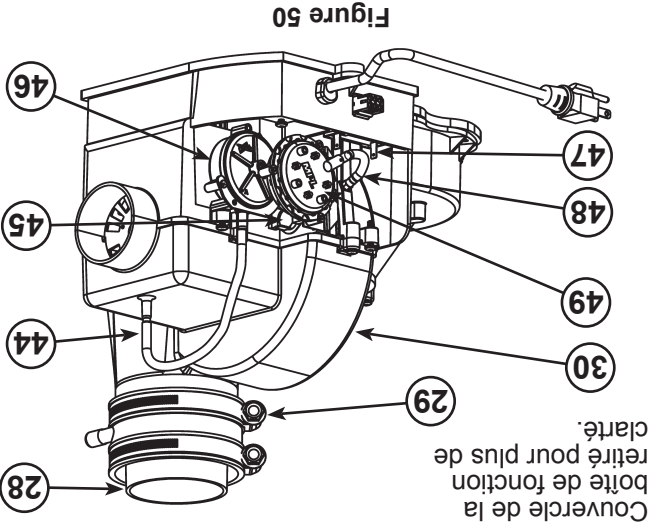

Figure 50
28 ***Accouplement en caoutchouc (voir Figure 5) (voir aussi Figure 50)
29 Collier de serrage (voir Figure 5) (voir aussi Figure 50)
30 ***Soufflerie et cordon d'alimentation (voir Figure 5) (voir aussi Figure 50)
44 Tube d'air (apport) (voir Figure 5) (voir aussi Figure 50)
45 Limiteur de température, soufflerie aussi Figure 50)
46 Pressostat apport d'air (NF) (dans le boîtier) (voir Figure 5) (voir aussi Figure 50)
47 Condensateur (voir Figure 5) (voir aussi Figure 50)
48 Tube d'air (évacuation) (voir aussi Figure 50)
49 Pressostat évacuation (NO) (dans le boîtier) (voir Figure 5) (voir aussi Figure 50)
50 Pressostat évacuation (NO) (dans le boîtier) (voir Figure 5) (voir aussi Figure 50)
51 Pressostat évacuation (NO) (dans le boîtier) (voir Figure 5) (voir aussi Figure 50)
52 Pressostat évacuation (NO) (dans le boîtier) (voir Figure 5) (voir aussi Figure 50)
53 Pressostat évacuation (NO) (dans le boîtier) (voir Figure 5) (voir aussi Figure 50)
54 Pressostat évacuation (NO) (dans le boîtier) (voir Figure 5) (voir aussi Figure 50)
55 Pressostat évacuation (NO) (dans le boîtier) (voir Figure 5) (voir aussi Figure 50)
56 Pressostat évacuation (NO) (dans le boîtier) (voir Figure 5) (voir aussi Figure 50)
57 Pressostat évacuation (NO) (dans le boîtier) (voir Figure 5) (voir aussi Figure 50)
58 Pressostat évacuation (NO) (dans le boîtier) (voir Figure 5) (voir aussi Figure 50)
59 Pressostat évacuation (NO) (dans le boîtier) (voir Figure 5) (voir aussi Figure 50)
60 Pressostat évacuation (NO) (dans le boîtier) (voir Figure 5) (voir aussi Figure 50)
61 Pressostat évacuation (NO) (dans le boîtier) (voir Figure 5) (voir aussi Figure 50)
62 Pressostat évacuation (NO) (dans le boîtier) (voir Figure 5) (voir aussi Figure 50)
63 Pressostat évacuation (NO) (dans le boîtier) (voir Figure 5) (voir aussi Figure 50)
64 Pressostat évacuation (NO) (dans le boîtier) (voir Figure 5) (voir aussi Figure 50)
65 Pressostat évacuation (NO) (dans le boîtier) (voir Figure 5) (voir aussi Figure 50)
66 Pressostat évacuation (NO) (dans le boîtier) (voir Figure 5) (voir aussi Figure 50)
67 Pressostat évacuation (NO) (dans le boîtier) (voir Figure 5) (voir aussi Figure 50)
68 Pressostat évacuation (NO) (dans le boîtier) (voir Figure 5) (voir aussi Figure 50)
69 Pressostat évacuation (NO) (dans le boîtier) (voir Figure 5) (voir aussi Figure 50)
70 Pressostat évacuation (NO) (dans le boîtier) (voir Figure 5) (voir aussi Figure 50)